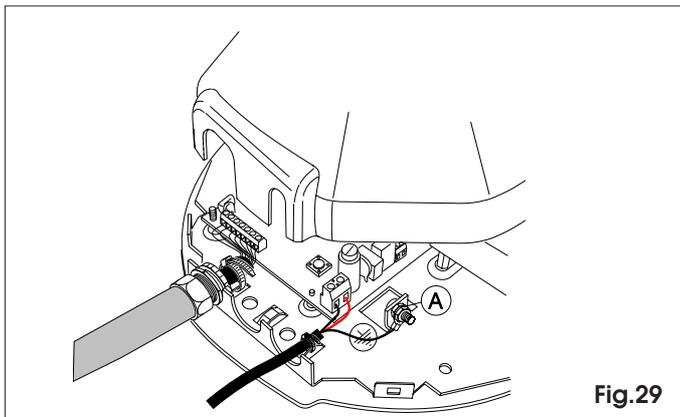

Fig.29
9.3 Posizionare l'occhiello di massa nella vite, aggiungere una rosetta e bloccare con dado (fig. 29 rif.A).